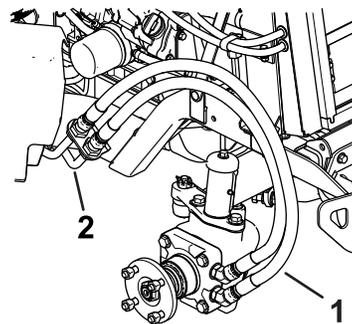

Figura 9
1. Rimuovete i flessibili idraulici esistenti dai condotti idraulici davanti alla ruota e montate immediatamente i tappi ai condotti idraulici (Figura 9 e Figura 10).